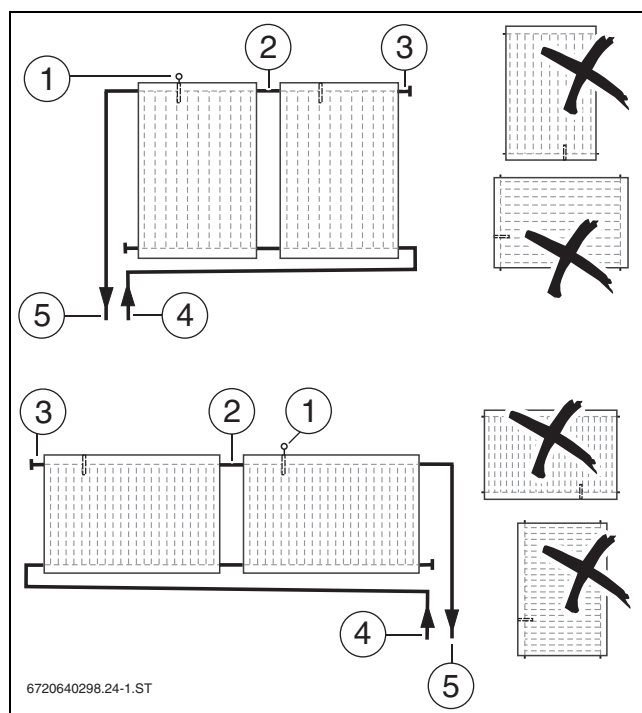

Fig. 13 Disposition des capteurs verticaux (en haut) et horizontaux (en bas)
- Raccorder le champ de capteurs de manière réciproque (→ fig. 13).
- Pour le montage des capteurs, tenir compte du fait que le doigt de gant pour la sonde capteur doit toujours se trouver en partie haute (→ fig. 13 [1]).
- Prévoir la pose du câble de sonde de manière à ce que la sonde capteur (→ fig. 13 [1]) puisse être montée sur le capteur avec le départ raccordé [5].